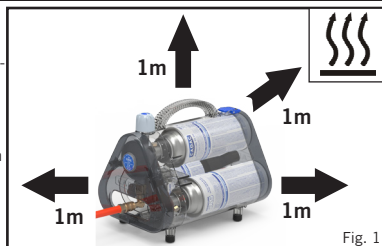

Fig. 1
- Placera aldrig en PowerPak på en spis och håll alltid minst 1 meters avstånd från värmekällor (Fig. 1). PowerPak får inte heller placeras i utrymmen där temperaturen överskrider 40° C.